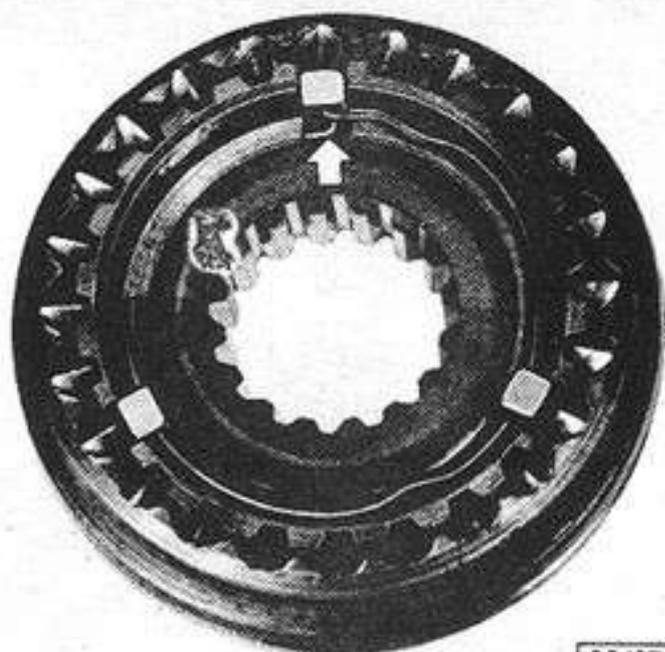

Fig. 22 — Instalación de los resortes
4. Instalar los resortes en oposición uno con el otro y con sus ganchos dentro de la misma placa traba (Fig. 22).